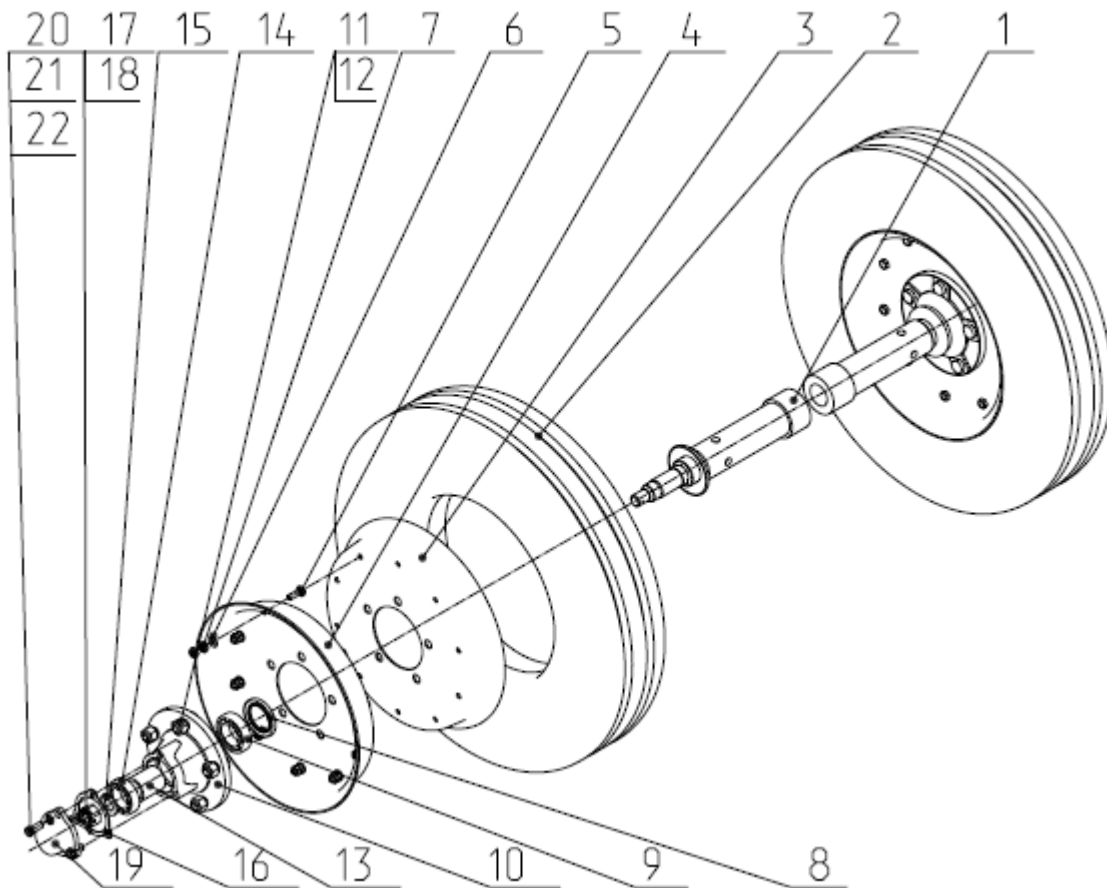

Рис.12. ЛДГ 03.050 Мост.
2.27. Мост (Рис. 12) является опорной частью снорка и предназначен для передвижения луцильника. Основными узлами моста являются колеса, ось 1 и ступицы 10.